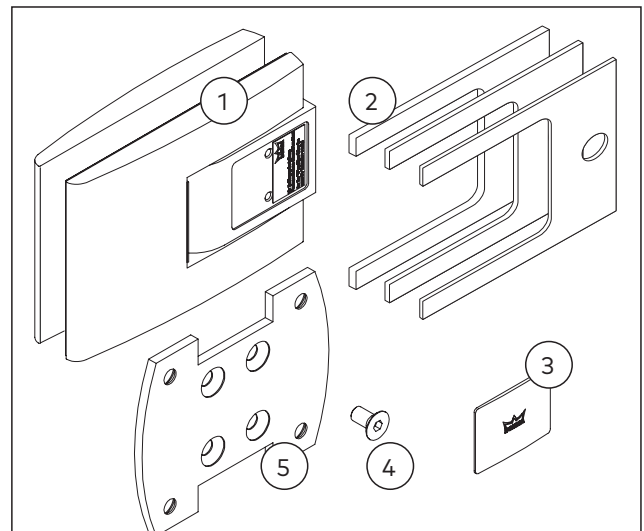

Abb. 6 Lieferumfang der Wandbefestigung mit aufliegender Montageplatte
2 x Pendeltürband (Abb. 6/1)
- ▶ Zwischenlagen je 4 x in 3 verschiedenen Dicken: 1 mm, 2 mm, 3 mm (Abb. 6/2)
- ▶ 12 x Anschlagkappe in 3 verschiedenen Farben (Abb. 6/3)
- ▶ 8 x Senkschraube M6 x 12 (Abb. 6/4)
- ▶ 2 x Montageplatte (Abb. 6/5)